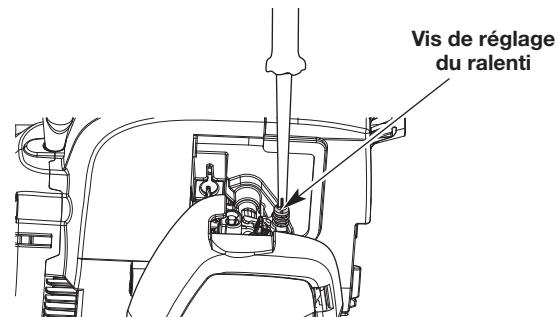

Fig. 19
- Relâchez la manette des gaz et laissez le moteur tourner au ralenti. Si le moteur s'arrête, utilisez un petit tournevis cruciforme pour tourner la vis de réglage du ralenti dans le sens des aiguilles d'une montre, de 1/8e de tour à la fois (autant de fois que nécessaire), jusqu'à ce que le ralenti du moteur soit régulier (Fig. 19).
- Si la vitesse de ralenti du moteur vous semble trop rapide, tournez la vis de réglage du ralenti dans le sens inverse des aiguilles d'une montre, de 1/8e de tour à la fois (autant de fois que nécessaire) afin de réduire la vitesse de ralenti (Fig. 19).